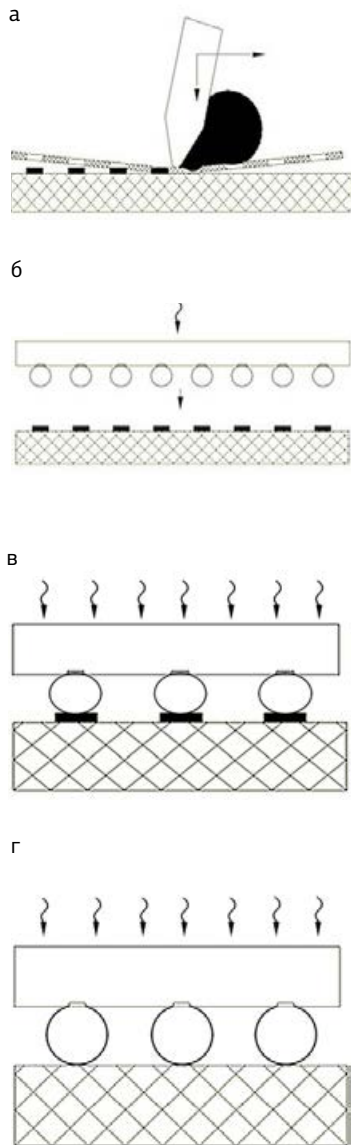

Рис. 2. Процесс преобразования матрично-расположенных выводов микросхем из бессвинцового припоя в оловянно-свинцовый околэвтектического состава
Процесс преобразования включает следующие простые групповые операции, выполняемые механизированным или автоматизированным способом (рис. 2):
1. Нанесение через металлический трафарет преобразующей припойной пасты расчетного состава на несмачиваемый материал типа стекла, керамики и др. (рис. 2а).
2. Установка микросхемы с матрично-расположенными шариковыми выводами из бессвинцового припоя на подложку из несмачиваемого припоем материала с предварительно нанесенной преобразующей припойной пастой (рис. 2б, в).
При температуре +183 °С плавится имеющийся в нанесенной припойной пасте эвтектический оловянно-свинцовый припой Sn63Pb37, что инициирует процесс контактного плавления шариковых выводов и металлической составляющей нанесенной припойной пасты в зоне их контакта за счет диффузии олова и свинца в расплавленный припой, ускоряемый в процессе дальнейшего роста температуры (рис. 2г).